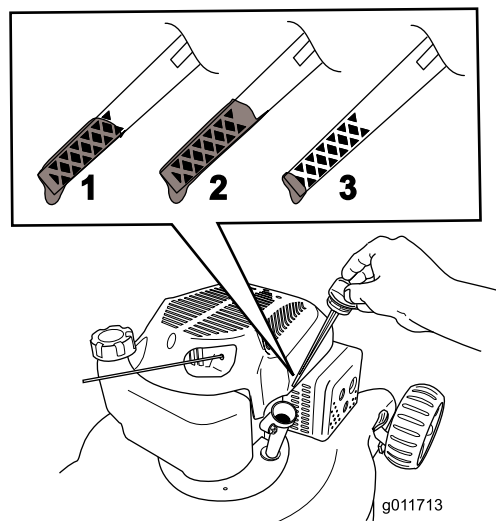

Рисунок 4
2. Извлеките масломерный щуп (Рисунок 4).
3. **Медленно** налейте масло в маслозаливное отверстие, подождите несколько минут, после чего проверьте уровень масла масломерным щупом. Для этого вытрите щуп до чиста и вставьте его в маслозаливное отверстие, **не ввинчивая при этом** крышку в маслозаливное отверстие (Рисунок 4).
Примечание: Заливайте масло в картер двигателя до тех пор, пока масломерный щуп не покажет, что достигнут нужный уровень масла в двигателе, как показано на Рисунок 4. В случае перелива слейте некоторое количество масла